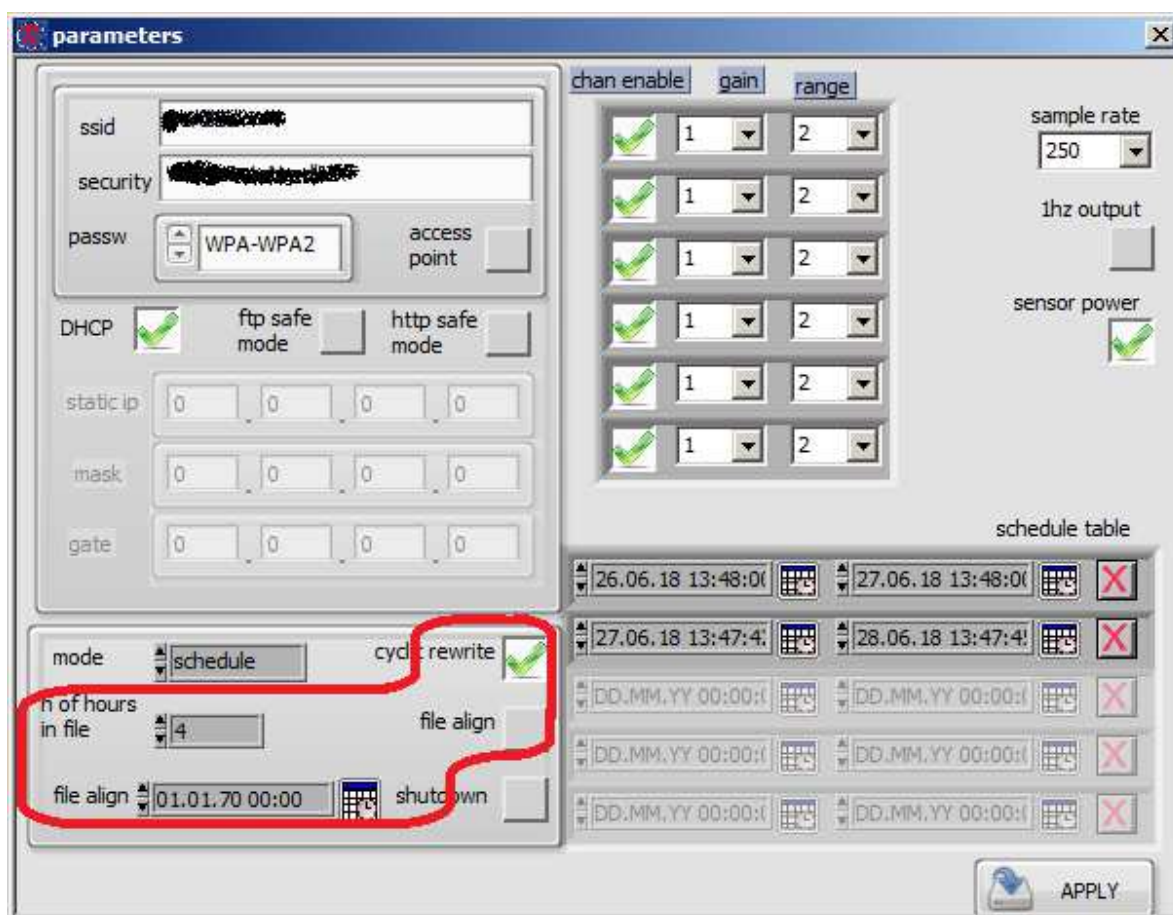

Рис. 13 Режимы работы
- **Режим записи файлов:** Слева от полей выбора даты и времени расположены переключатели режима работы (рис.13).